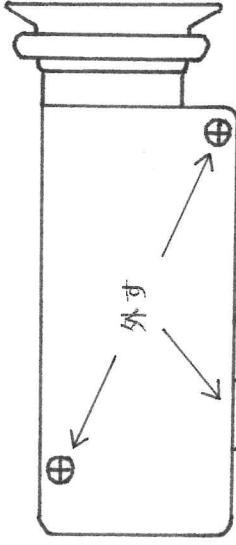
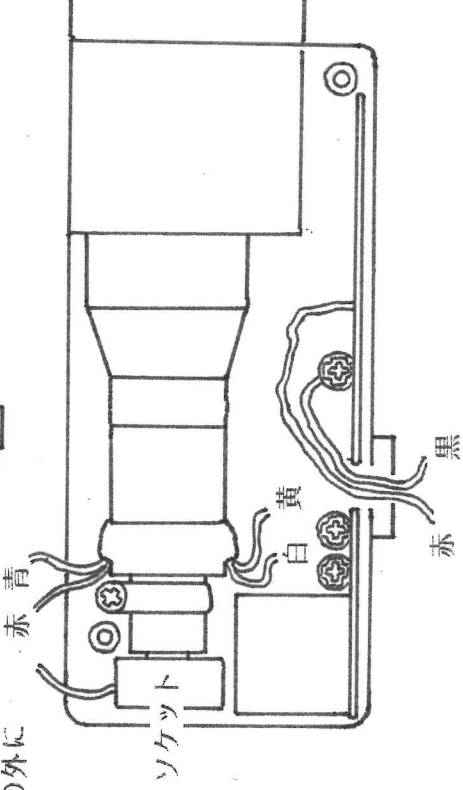

図1
図2
- ①上蓋を取り外します。(図1)
- ②本体へつながらシールド線を外します。
- ③図2の5本のリード線をなるべく長く残すように切断します。